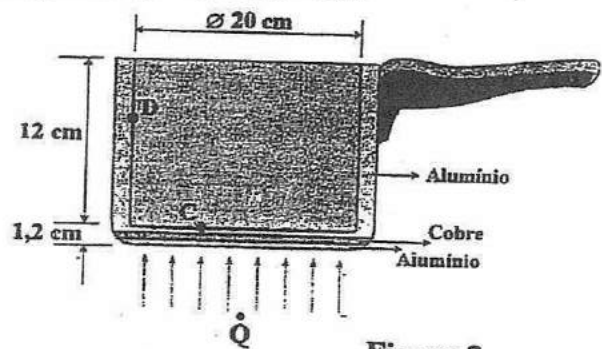

Figura 3
2. Considere agora que o cozinheiro depois de retirar a água e a salsicha do tacho, o pousou (vazio) sobre o disco que continua ligado à corrente eléctrica. Nesta situação, as faces internas (C e D) do tacho (ver figura 3), têm um comportamento cinzento e difuso para as trocas de calor por radiação, e uma emissividade igual a $\epsilon_C = 0,6$ e $\epsilon_D = 0,4$.